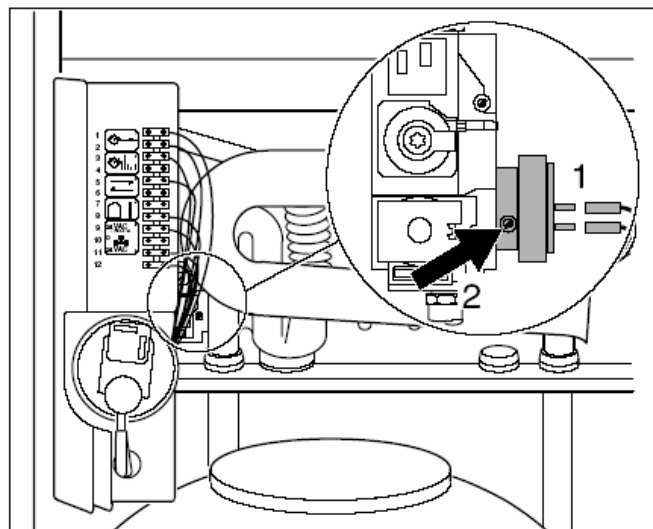

Рис. 38 Замена устройства контроля давления газа
- Отключите регулятор давления газа (рис. 38, поз. 1).
- Отверните крепежный болт (рис. 38, поз. 2).